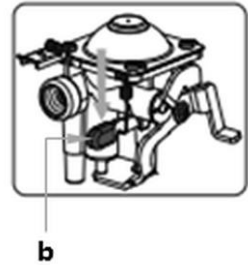

Рис. 5
- установить поворотный регулятор (17) в положение ВЫКЛ. (16);
- открыть крышку держателя баллона (6);
- нажать рычаг блокировки баллона (20) в положение UNLOCK (14) и извлечь газовый баллон (7);
- установить поворотный регулятор (17) в положение зажигания (18), чтобы снять избыточное давление в клапане;
- нажать вниз на рычаг сброса (b) с красной резиновой крышечкой (рис. 5);
- установить рычаг блокировки баллона (20) в положение FUEL LOCK (13);
- после того, как убедитесь, что рычаг фиксации баллона (20) находится в положении UNLOCK (13), вставить новый газовый баллон в держатель баллона (8) Если новый газовый баллон недоступен, извлекаемый газовый баллон следует охладить водой.